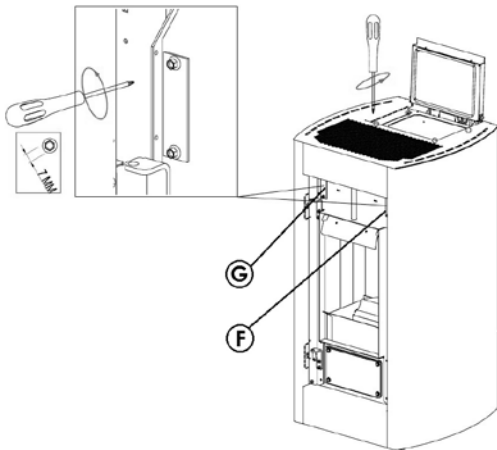

Fig. 85 - Entfernen der Platten
- Bei kaltem Ofen die Tür öffnen, Platte „F“ herausnehmen, indem die beiden Schrauben herauszuschrauben sind (siehe **Fig. 85**).